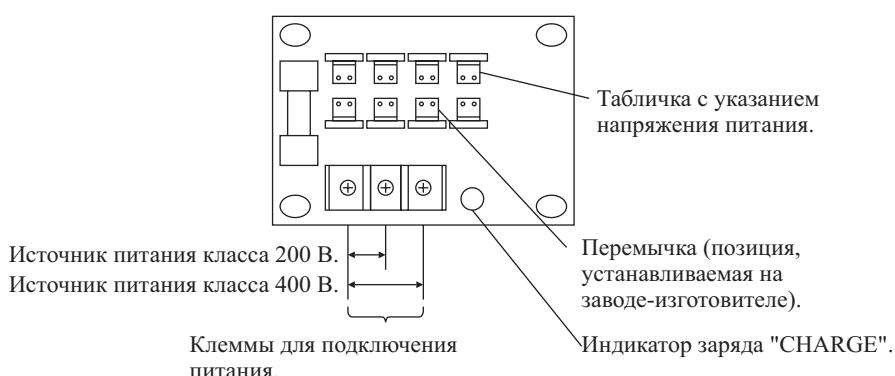

Рисунок 4-2 Соединения, выполняемые для Инверторов с большой выходной мощностью.
4. Установите перемычку в позицию, соответствующую напряжению питания Инвертора (см. рисунок 4.2).